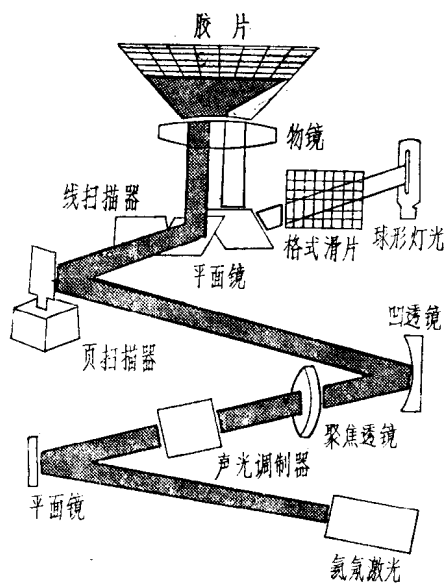

图 3
(3) KOMSTAR300的技术特点
①KOMSTAR300采用先进的激光技术在干式激光胶片上记录所需的数据信息，不同于通常采用的阴极射线管记录技术。图3为激光记录数据的简图。本系统使用7×9点阵的只读存储器为文字发生器，透镜倍率由控制器从转台上任意选择，缩小倍率为24:1、32:1、